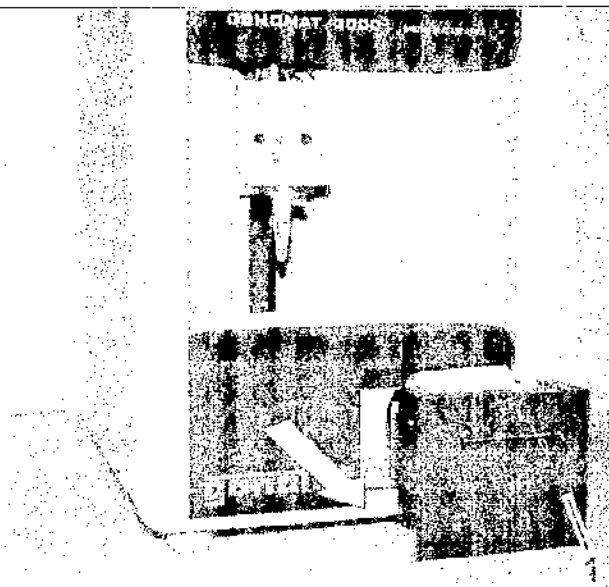

Рис. 100: Извлечение принтера
2. Извлечь принтер (рис. 100/1).